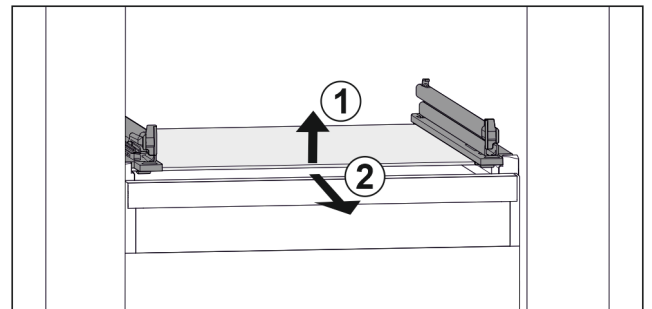

Fig. 158 Reprezentare exemplificativă a plăcii de sticlă
- ▶ Ridicați placa de sticlă din față. Fig. 158 (1)
- ▶ Extrageți placa de sticlă spre în față. Fig. 158 (2)